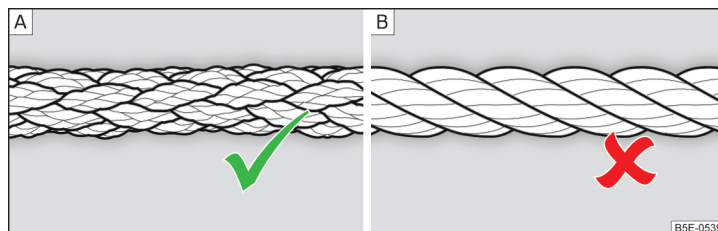

Fig. 187 Câble de remorquage tressé/ Corde de remorquage
Utilisez un câble de remorquage tressé pour le remorquage » fig. 187 - A.
- Lors du remorquage, ne pas utiliser de câble de remorquage entortillé » fig. 187 - B, l'œillet de remorquage pourrait se dévisser du véhicule - risque d'accident.